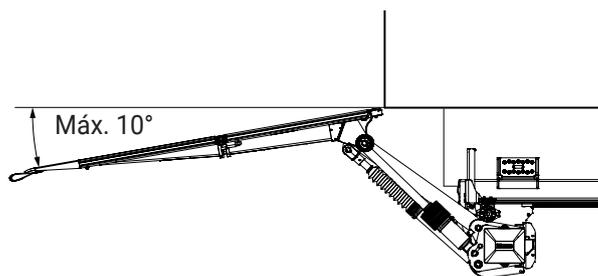

Figura 31. El ángulo de basculamiento hacia abajo se debe ajustar en 10° como máximo
9. Inclinar la plataforma hacia abajo, hasta 10° como máximo, por debajo de la horizontal. Véase Figura 31.